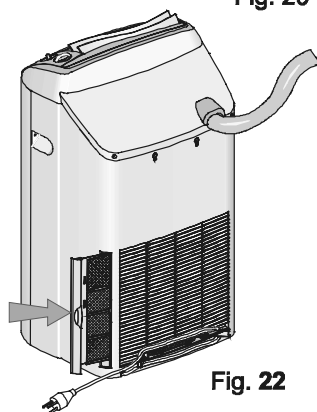

Fig. 22
- Réinstallez le filtre principal en l'introduisant dans l'ouverture arrière de l'unité et poussez le filtre vers l'intérieur (voir figure 22).